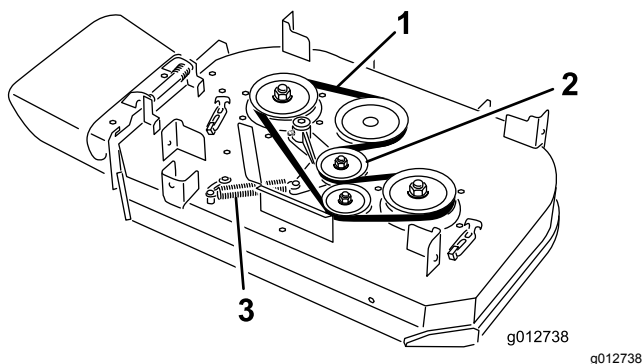

Figure 62
4. Décrochez le ressort du tenon d'ancrage sur le bras de la poulie de tension (Figure 62).
5. Enlevez la courroie usée du tablier de coupe (Figure 62).
6. Montez la courroie neuve sur la poulie d'embrayage, les poulies du tablier de coupe et la poulie de tension (Figure 62).
7. Accrochez le ressort au tenon d'ancrage sur le bras de la poulie de tension (Figure 62).
- B. Enlevez la courroie usée du tablier de coupe (Figure 62).
- C. Placez une courroie neuve sur les poulies du tablier de coupe, la poulie d'embrayage et la poulie de tension (Figure 62).
5. Enlevez la courroie droite du tablier de coupe (Figure 62).
- A. Décrochez le ressort du tenon d'ancrage sur le bras de la poulie de tension (Figure 62).
7. Placez la courroie retirée précédemment ou une courroie neuve sur les poulies du tablier de coupe et la poulie de tension (Figure 62).
8. Accrochez le ressort au tenon d'ancrage sur le bras de la poulie de tension (Figure 62).